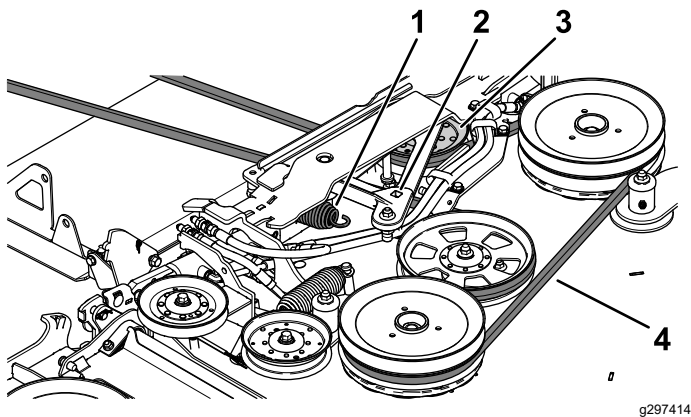

Figura 63
5. Utilice una llave de carraca en el taladro cuadrado del brazo tensor para aliviar la tensión del muelle tensor (Figura 63).
6. Retire la correa de las poleas de la carcass de corte (Figura 63).